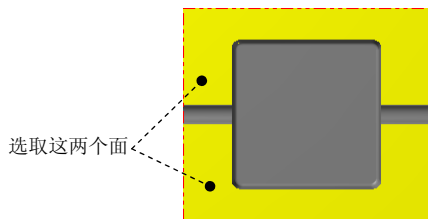

图 11.4 选择图系
(1) 单击顶视图 按钮，选择下拉菜单 **C 绘图** **B 边界盒** 命令，系统弹出“边界盒选项”对话框。
(2) 在“边界盒选项”对话框中选中 ☒ **线或弧** 复选框；取消选中 ☐ **中心点** 复选框。
(3) 单击“选择图系”按钮 ，在图形区中选取图 11.4 所示的模型表面，单击“结束选择”按钮 ，系统返回至“边界盒选项”对话框；分别在 **延伸** 区域的 **X** 文本框和 **Y** 文本框中输入值 1。